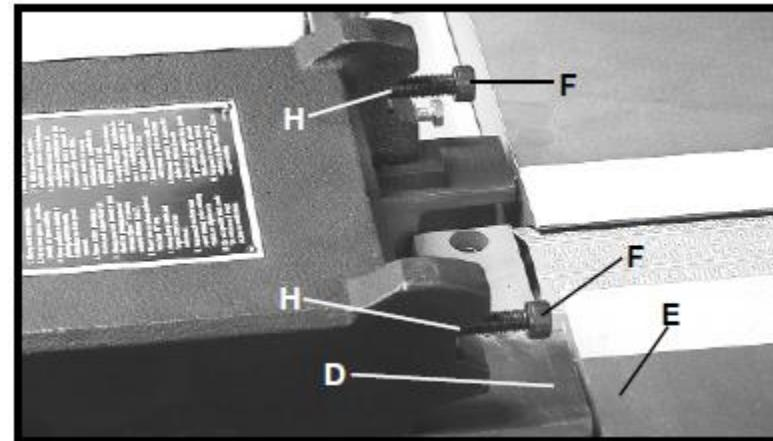

Рис. 9
**ПРИМЕЧАНИЕ: ВЕРХНЯЯ ПОВЕРХНОСТЬ (D), РИС. 9, УЗЛА КАРЕТКИ ПАРАЛЛЕЛЬНОГО УПОРА ДОЛЖНА БЫТЬ НА ОДНОМ УРОВНЕ С ВЕРХНЕЙ ПОВЕРХНОСТИ (E) ВЫВОДНОГО СТОЛА.**
1. Вывернуть два винта с шестигранным шлицем M8 x 1,25-30 (F), рис. 9.
2. Совместить два отверстия, одно из которых показано в поз. (G), рис. 10, в параллельном упоре с двумя отверстиями (H), рис. 9, в узле каретки параллельного упора. Вставить винт в отверстие параллельного упора и ввернуть винт в резьбовое отверстие узла каретки параллельного упора и надёжно затянуть шестигранным ключом 6 мм. Повторить данную операцию в другом отверстии в параллельном упоре и узле каретки параллельного упора.